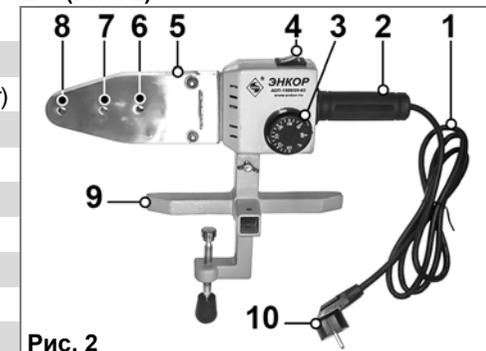

Рис. 2
5. УСТРОЙСТВО (Рис. 2).
8. СБОРКА И ПОДГОТОВКА К РАБОТЕ (Рис. 2)
8.2. Из индивидуального ящика извлеките аппарат АСП, установите и закрепите его в гнезде струбцины (9), как показано на Рис. 2.